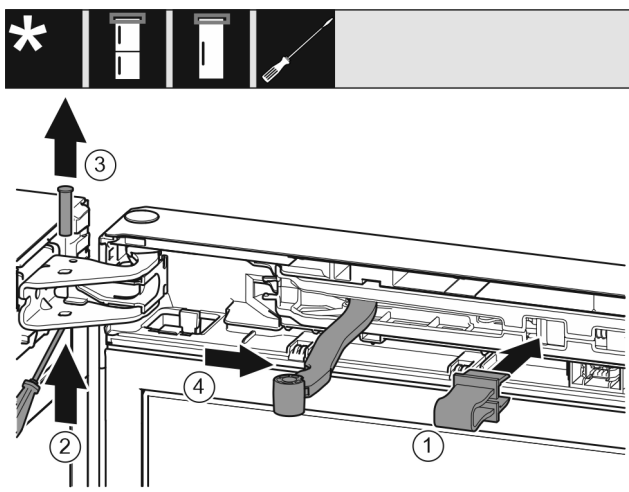

Fig. 9
- Sicherung Fig. 9 (1) in Öffnung einrasten.
- Bolzen Fig. 9 (2) herausschieben.
- Bolzen Fig. 9 (3) nach oben herausnehmen.
- Gelenk Fig. 9 (4) in Richtung Tür drehen.